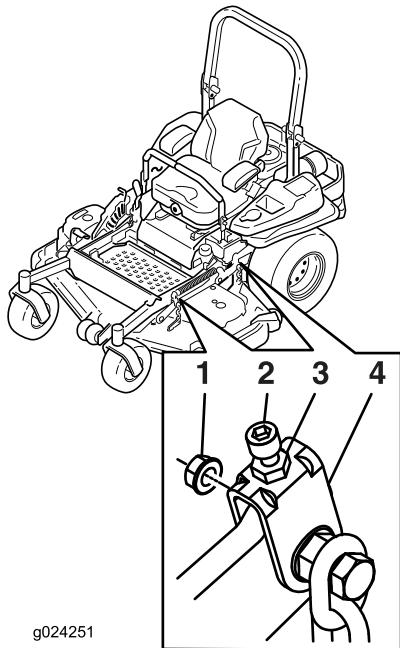

Figure 91
9. Le cas échéant, desserrez l'écrou Whizlock sur le côté de la chape et l'écrou de blocage sur le dessus. Ajustez précisément la vis de réglage en la tournant jusqu'à obtention d'une hauteur de 7,6 cm (3 po) (voir Figure 91). Tournez la vis de réglage dans le sens horaire pour augmenter la hauteur et dans le sens antihoraire pour la diminuer.
15. Ajustez précisément la vis de réglage en la tournant jusqu'à obtention d'une hauteur de 8,3 mm (3-1/4 po) (Figure 91).